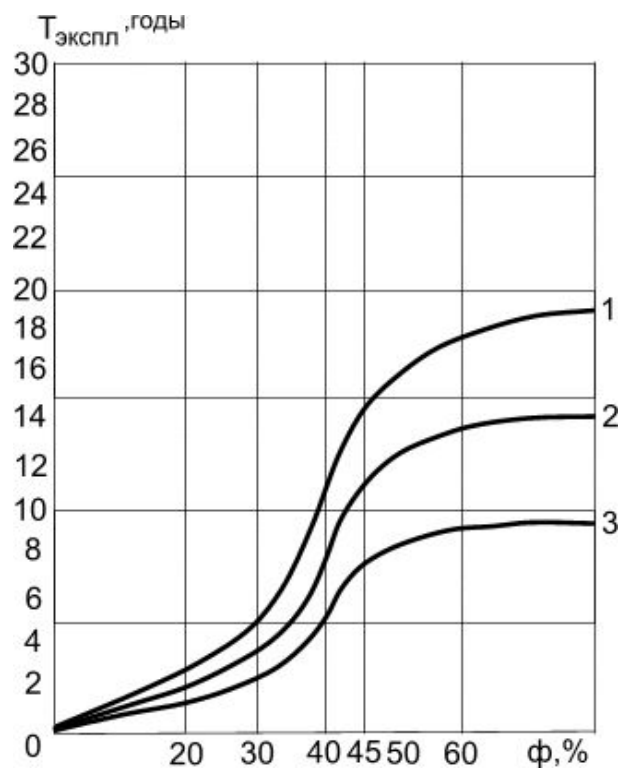

Рис. 3. Физический износ системы внутреннего горячего водоснабжения
1.7. Физический износ внутренних систем инженерного оборудования зданий в целом должен определяться по табл. 64-71 на основании оценки технического состояния элементов, составляющих эти системы. Если в процессе эксплуатации некоторые элементы системы были заменены новыми, физический износ системы следует уточнить расчетным путем на основании сроков эксплуатации отдельных элементов по графикам, приведенным на рис. 3 - 7. За окончательную оценку следует принимать большее из значений.